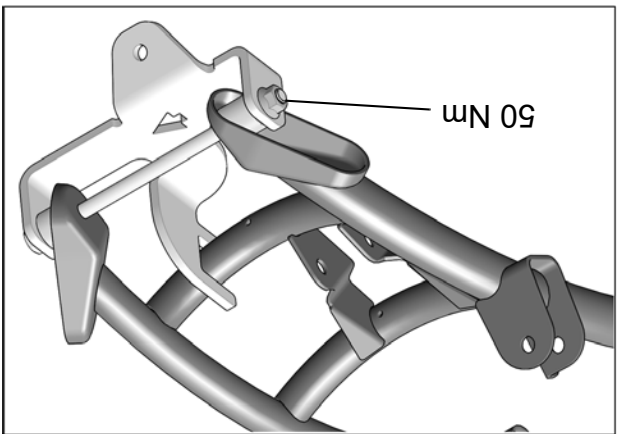

Fig. 8
8. Serrer l'assemblage à un couple de 50 N•m [37 lb•pi]. Voir la Fig. 8